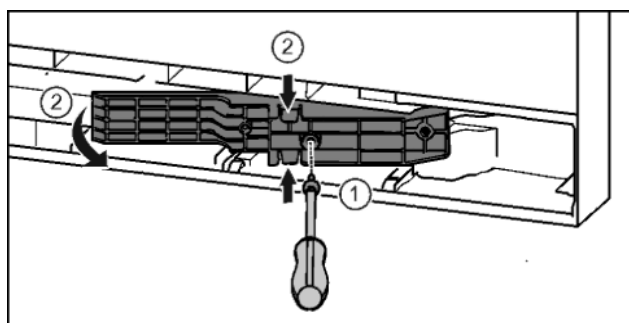

Fig. 21\*
- Отпустить винты отверткой T15. Fig. 21 (1)\*
- Извлечь деталь адаптера. Fig. 21 (2)\*